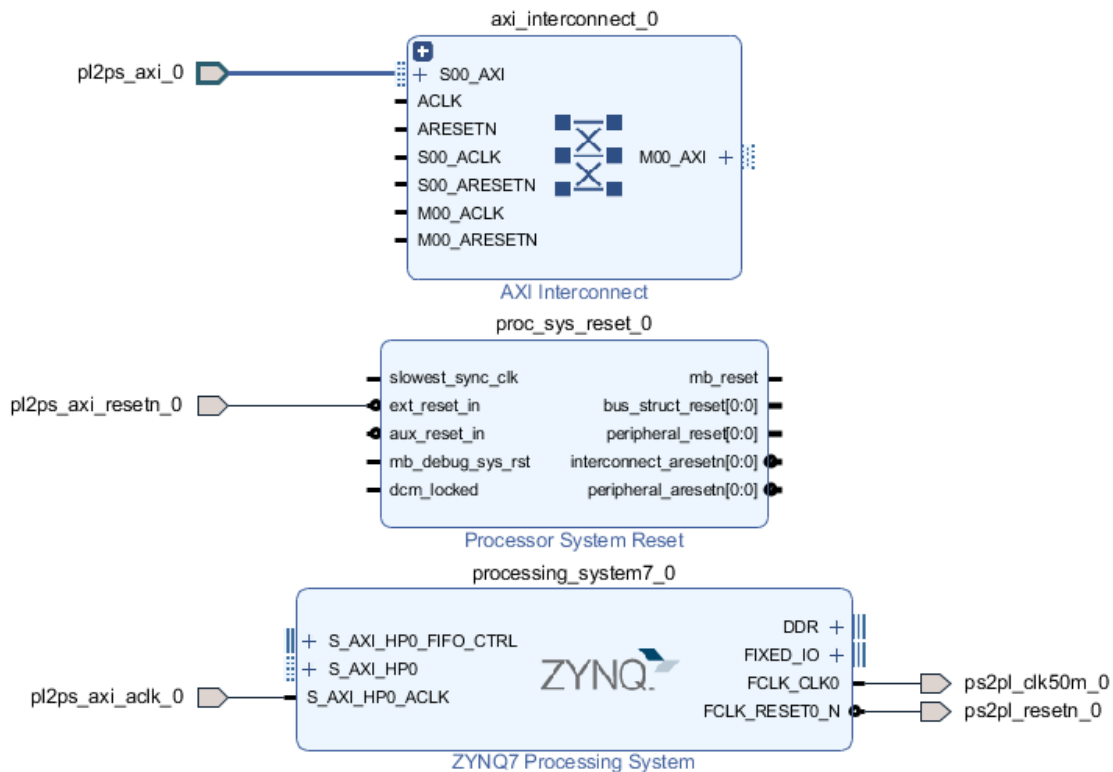

图 1-22 导出端口
2. 依据步骤 1，导出 ZYNQ 核的 FCLK_CLK0 接口和 S_AXI_HP0_ACLK 接口，分别用于为 PL 端提供工作时钟、为 HP0 接口提供时钟。为了方便区分，将接口分别重命名为 ps2pl_clk50m_0、pl2ps_axi_aclk_0；导出 Processor System Reset 核的 ext_reset_in 接口，用于 IP 核的复位信号输入接口。为了方便区分，将信号重命名为 pl2ps_axi_resetn_0；导出 AXI Interconnect 核的 S00_AXI 接口，用于输入 AXI4 总线信号。为了方便区分，将信号重命名为 pl2ps_axi_0。导出端口后的设计如图 1-22 所示：